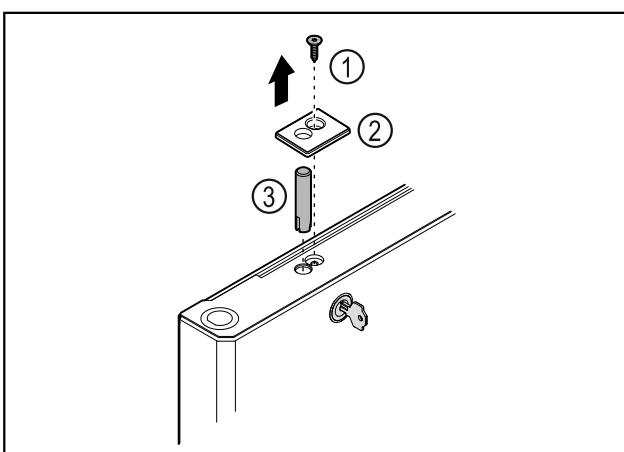

Fig. 38
► Αφαιρέστε τη βίδα Fig. 38 (1).
► Ξεκουμπώστε το κάλυμμα Fig. 38 (2) με ένα μικρό κατσαβίδι και αφαιρέστε το.
► Τραβήξτε έξω τον πείρο της κλειδαριάς Fig. 38 (3).